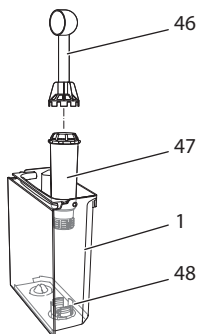

Fig. 25: *Iskruning/udskruining af vandfilter*
- Fjern vandfilteret, når maskinen opfordrer hertil (se Fig. 25, side 214).